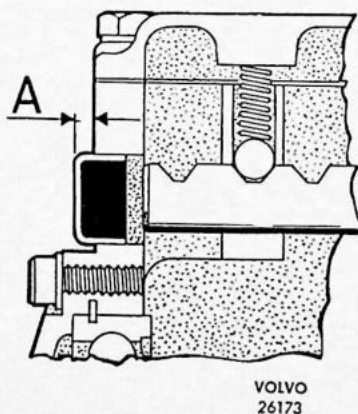

Fig. 4-42. Montage van het dekseltje voor de schakelas
N.B. Indien de pluggen in de voorkant van het huis gedemonteerd zijn geweest, moeten deze weer als voorheen aangebracht worden; d.w.z. de middelste plug moet ongeveer 4 mm (5/32") buiten de voorkant van het huis uitsteken; zie Fig. 4-42.